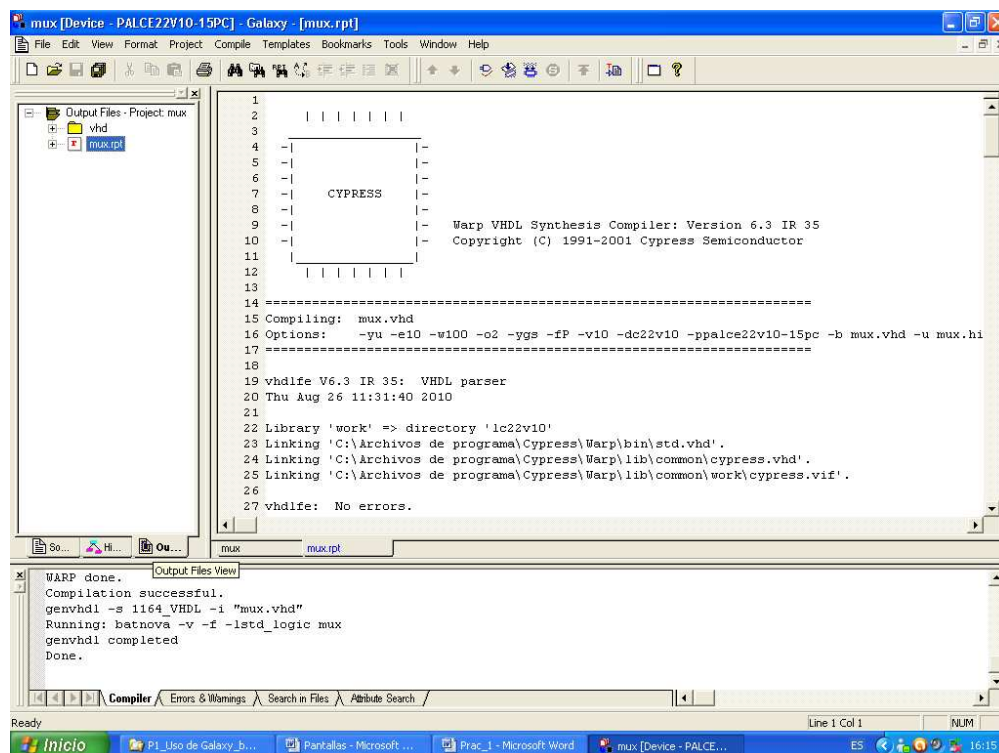

Figura 11. Reporte del diseño localizado en Output Files View.
16. Una vez que se haya revisado el correcto funcionamiento, en simulación, del sistema diseñado es necesario saber en que terminales se encuentra cada señal de entrada/salida. El archivo para su conexión, es el reporte de salida **Output Files**, que se localiza en la ventana izquierda del proyecto, en donde se tiene el archivo **mux.vhd**. Para tener acceso al archivo de reporte se tiene que cambiar de pestaña, localizada en la parte inferior de la misma ventana, como se muestra en la figura 11. Dando doble clic en el archivo **mux.rpt** se puede observar su contenido, el cual indica las terminales asignadas a cada archivo y el uso del dispositivo, como muestra en el cuadro 2 y adicionalmente se encuentra la